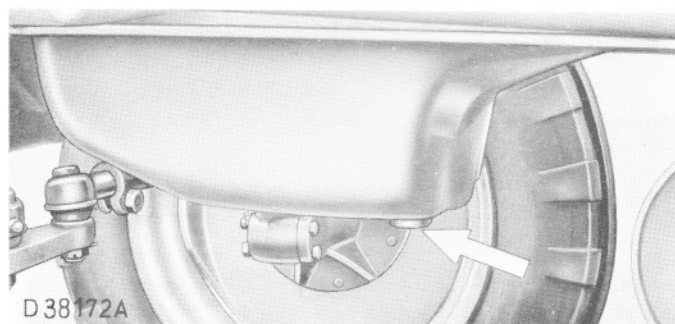

Figure 144 : Bouchon de vidange de l'huile moteur
a) Le moteur étant encore chaud, dévissez le bouchon de vidange (fig. 144) et vidangez entièrement l'huile moteur du carter inférieur (pour effectuer ce travail utilisez la clé carrée se trouvant dans le coffre à outils du tracteur).